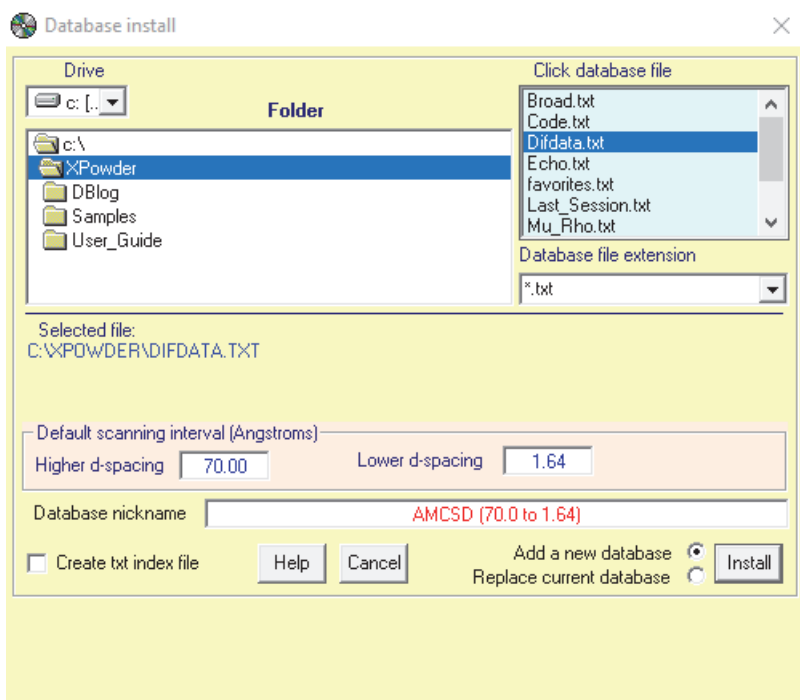

图 C-2 数据库安装
2. 在**Drive** (驱动) 列表中, 点击下拉箭头, 找到USB闪存驱动盘 (参见第89页的图 C-2)。